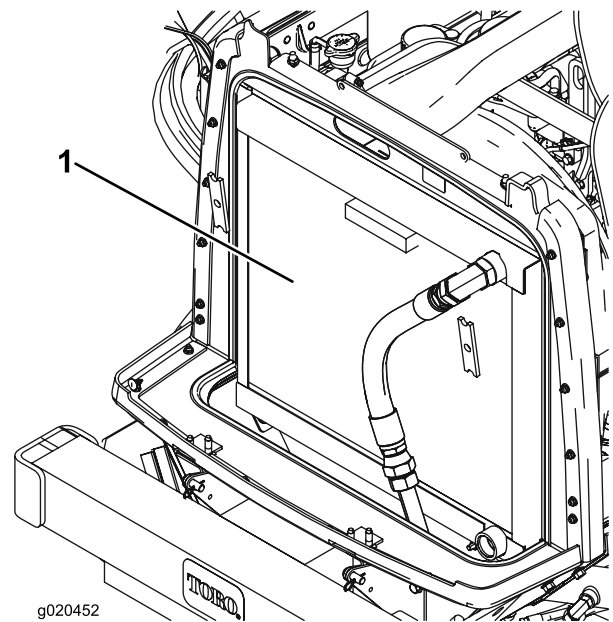

Figure 68
3. Nettoyez soigneusement les deux côtés du radiateur/refroidisseur à l'air comprimé (Figure 68).